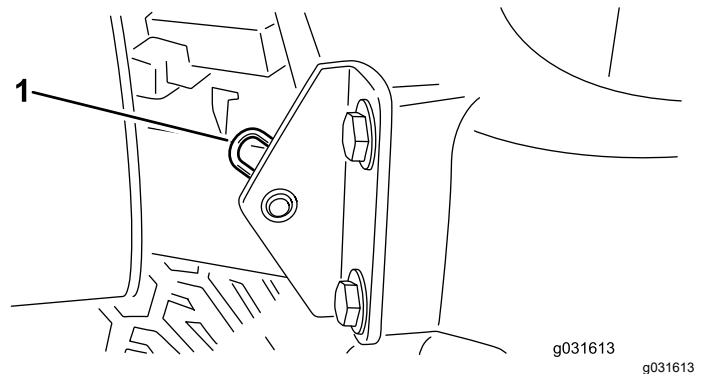

Bild 30
2. Entfernen Sie den Splint, mit dem das Gelenk der Motorhaube an den Befestigungshalterungen befestigt ist (**Bild 30**).